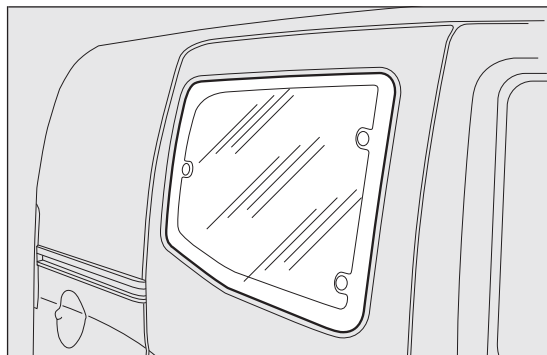
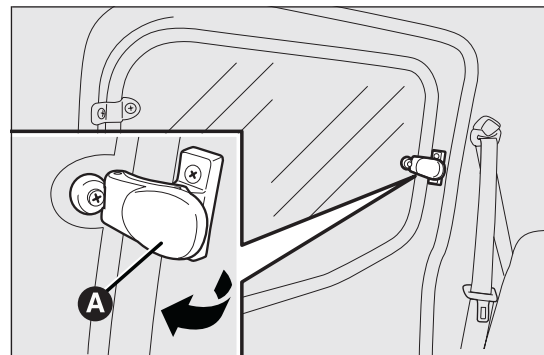

fig. 69
fig. 70
Per aprirli, procedere come segue fig. 69 fig. 70:
- spostare la leva A fig. 70 verso l'esterno fino ad ottenere la completa apertura del vetro.